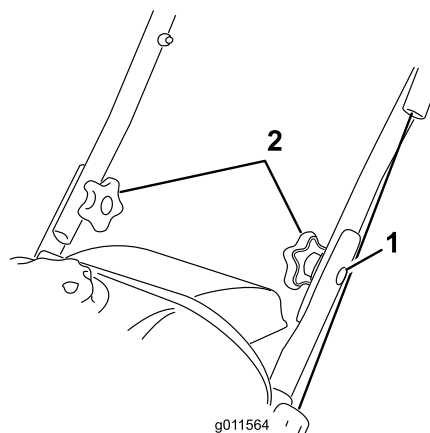

Figure 3
- Insérez les boulons à tête ovale dans les trous alignés, les têtes des boulons se trouvant à l'extérieur du guidon (Figure 3).
1. Boulon à tête ovale (2)
3. Placez les rondelles bombées et les boutons sur les boulons à tête ovale à l'intérieur du guidon (Figure 3) et **serrez solidement les boutons**.